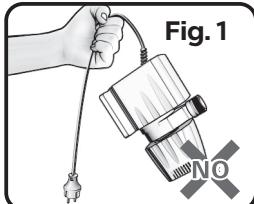

Fig. 1
- Ne soulevez pas, n'abaissez pas ou ne portez pas la pompe en la tirant par son cordon électrique. Assurez-vous que le câble électrique ne devient pas excessivement plié ou torsadé, et ne frotte pas contre une structure d'une façon qui pourrait l'endommager (Fig. 1).